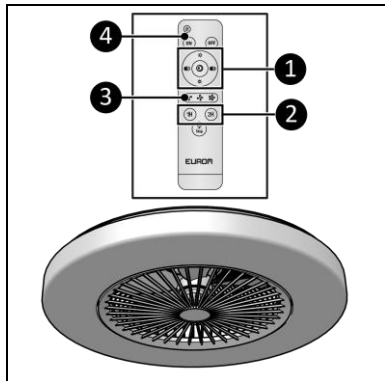

Abbildung 13
1. Drücken Sie den LED AN-Schalter (Abbildung 13, Pos. 4.).
2. Stellen Sie die gewünschten Lichteinstellungen ein mit (Abbildung 13, Pos. 1):
1. Drücken Sie die Ventilatorordrehzahl Taste, bis die gewünschte Ventilatorordrehzahl erreicht ist (Abbildung 13, Pos. 3):